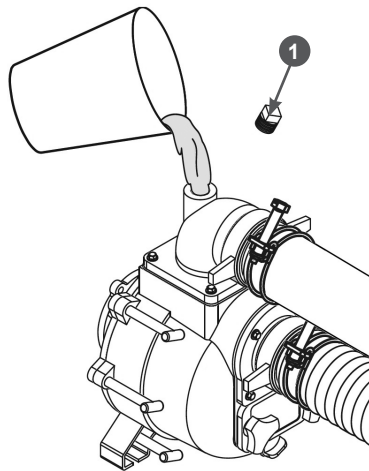

Рис. 18 Заполнение корпуса насоса водой
1. Открутите пробку 1 отверстия для заливки воды в корпус насоса (Рис. 18).